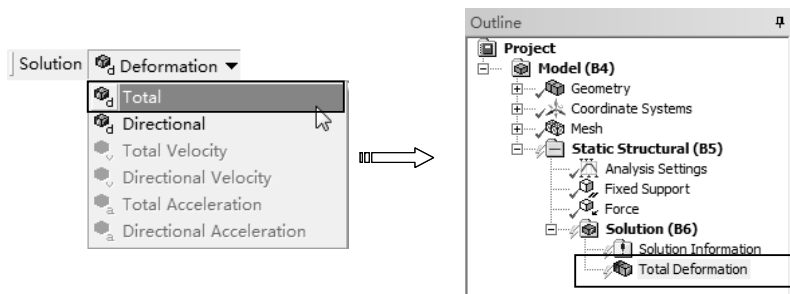

图 5-103 添加变形求解项
- 2) 求解变形。单击【Solution】工具栏上的【Deformation】|【Total】命令，此时在分析树中插入【Total Deformation】项，如图 5-103 所示。